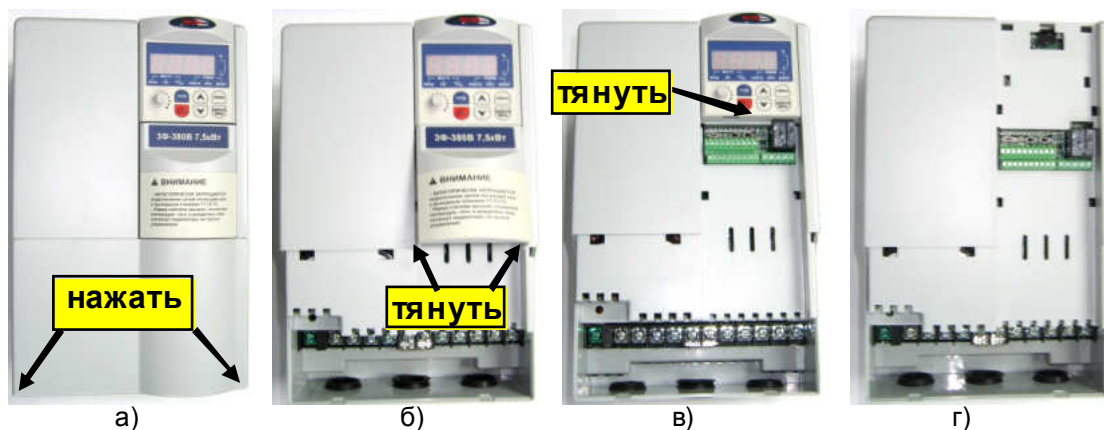

Рис. 6.1
- 6.1.1. Снять верхнюю крышку, нажав на фиксаторы (рис.6.1 а).
- 6.1.2. Демонтировать крышку клемм управления (рис.6.1 б).
- 6.1.3. Демонтировать пульт управления (рис.6.1 в).